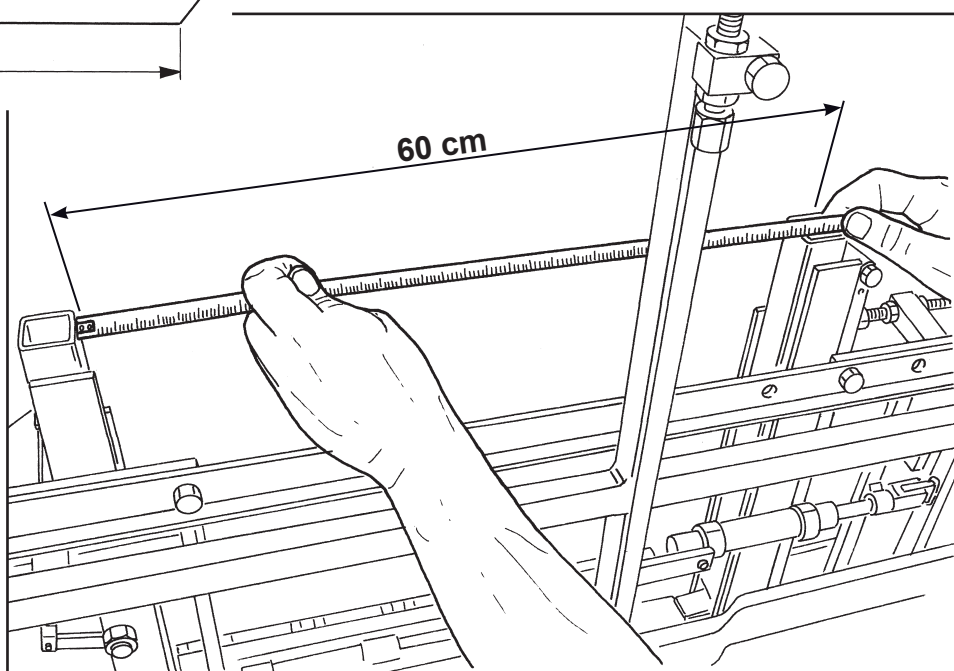

Fig. 2
- Misurare la parte interna delle due corsie (esempio 60 cm) (**Fig. 2**).
- Measure the internal dimension of the two tracks (e.g. 69 cm) (**Fig. 2**).
- Mesurer la partie intérieure des deux voies (exemple 60 cm) (**Fig. 2**).
- Medir la parte interna de las dos pistas (p.ej. 60 cm) (**Fig. 2**).